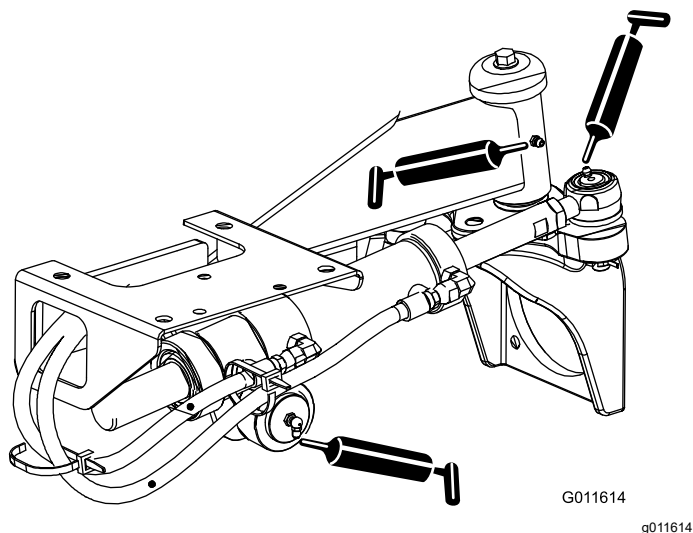

Figure 69
- Rotules de vérin de direction (2) et essieu arrière (1) – Figure 69